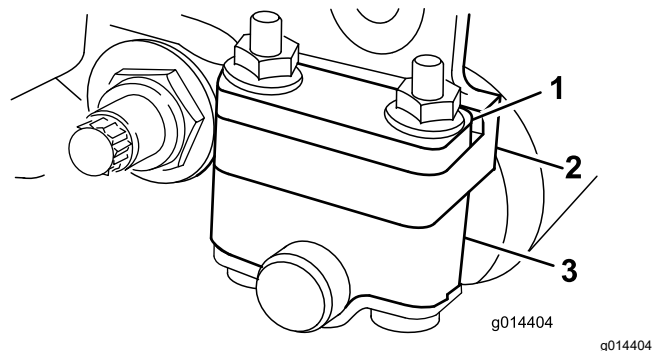
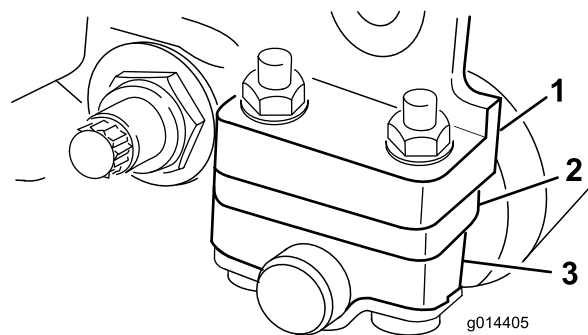

Figura 10
Figura 11
In base all'altezza di taglio desiderata regolate le staffe del rullo posteriore (Figura 10 o Figura 11) nella posizione bassa o alta:
- Collocate il distanziale sopra la flangia di montaggio della piastra laterale (impostazione di fabbrica) se l'altezza di taglio è compresa tra 1,5 mm e 6 mm, come illustrato nella Figura 10.
- Collocate il distanziale sotto la flangia di montaggio della piastra laterale se l'altezza di taglio è compresa tra 3 mm e 25 mm, come illustrato nella Figura 11.
- Collocate i distanziali sulle viti al di sopra o al di sotto delle staffe del rullo, come opportuno (Figura 10 o Figura 11).